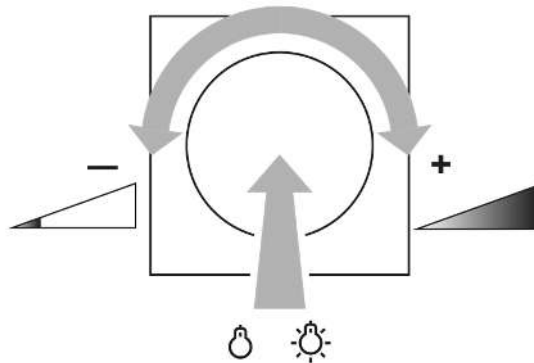

рисунок 1: Переключение света или настройка яркости
- Кратковременное нажатие установочной кнопки: включение и выключение света (см. рисунок 1).
- Быстрый поворот установочной кнопки: быстрое изменение яркости (см. рисунок 1).
- Медленный поворот установочной кнопки: медленное изменение яркости (см. рисунок 1).